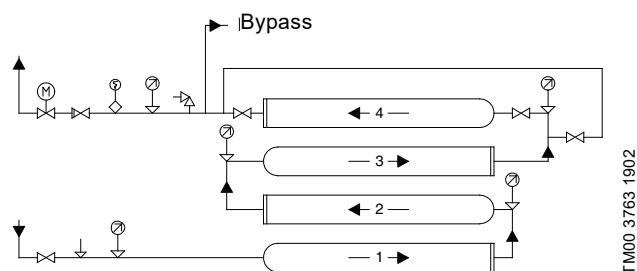

Fig. 9 Sistema de pressurização com quatro módulos ligados em série com bypass, montados um sobre o outro
- Para módulos ligados em série e equipados com um bypass, montados um sobre o outro, recomendamos ligar as tubagens conforme indicado na fig. 9.